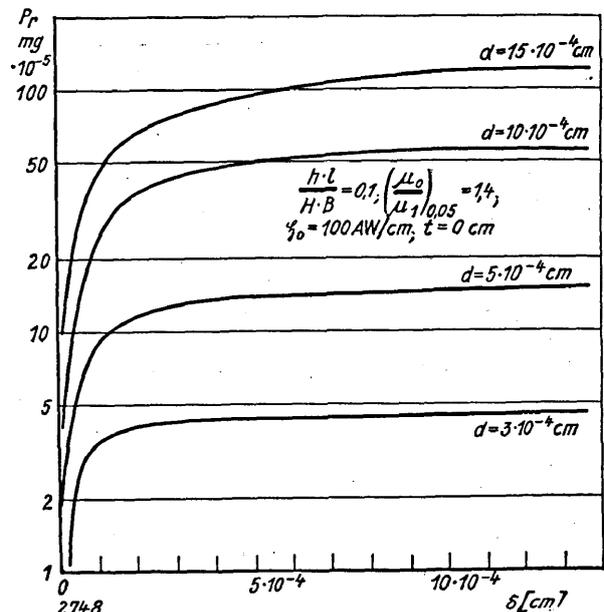

Abb. 6. Richtkraft in Abhängigkeit von der Rißbreite. Zeichnung: Reichs-Röntgenstelle
b) **Einfluß der Rißbreite.** Mit wachsender Rißbreite  $\delta$  nimmt die Richtkraft zunächst sehr rasch, über etwa  $10^{-3}$  cm Rißbreite nur noch langsam zu (Abb. 6). Die Empfindlichkeit des Magnetpulver-Verfahrens erstreckt sich also nicht auf unbegrenzt kleine Rißbreiten.